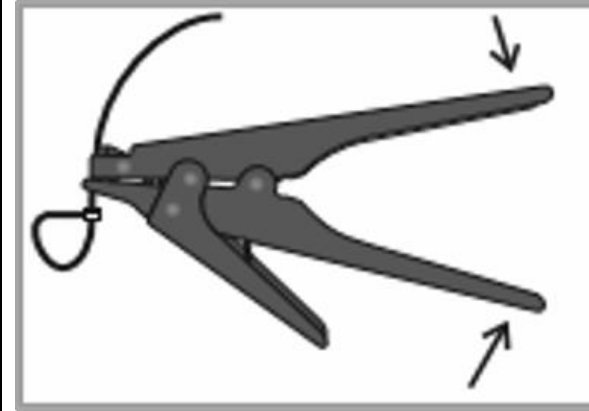

Рисунок 15
**Член бригады** затягивает хомуты ХС-180 с помощью пистолета для стяжки и обрезки кабельных хомутов (ПКХ) на конце жгута СИП и рядом с зажимом (рисунок 1) путем нажатия на рычаги ПКХ (рисунок 15).